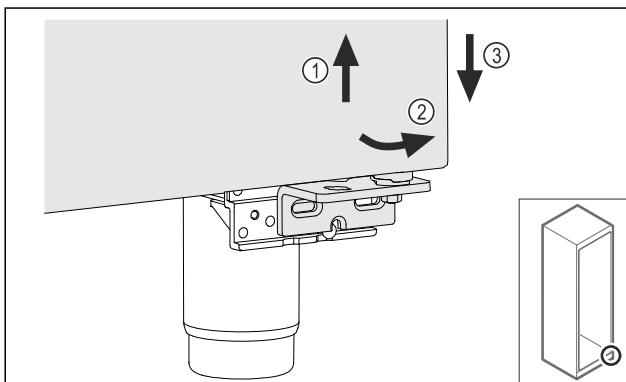

Fig. 23
- Duris šiek tiek kilstelėkite Fig. 23 (1), apačioje paverskite į priekį Fig. 23 (2) ir nuleiskite Fig. 23 (3).